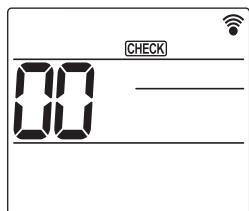

Fig. 6-7
- ① Active la unidad al menos 12 horas antes de realizar una prueba de funcionamiento.
- ② Pulse el botón **MENU** durante 5 segundos. (Fig. 6-7)